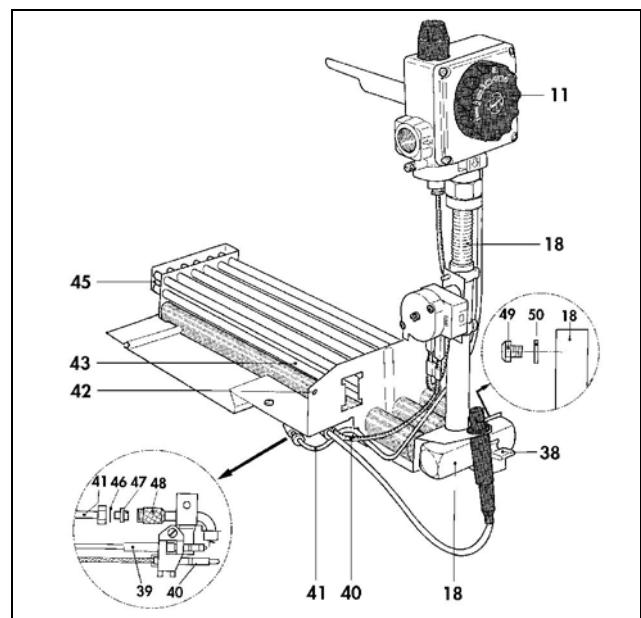

Рис. 17 Горелка и запальная горелка
Запальное пламя можно наблюдать через вырез в крышке (глава 3, рис. 3). При равномерном горении запальное пламя должно прикасаться к верхней половине термоэлемента (глава 6, рис. 17). При невыполнении этого условия следует отрегулировать запальное пламя после снятия защитной крышки (25) посредством винта для регулировки пускового газа (24) (заданная установка - без дросселирования):
- Введите аппарат в эксплуатацию в соответствии с главой 3 и установите регулятор температуры (11) в положение "E".
7.3 Очистка горелки и предохранителя тяги (см. рис. 17)
- Отсоедините подключения термоэлемента (40) и трубку подачи газа на розжиг (41) от комбинированного исполнительного элемента с регулятором температуры (11).
- Поверните зажим (38) в сторону от трубы подачи газа к основной горелке (18).
- Выверните оба винта из крепления горелки (42).
- Очистите сеточку фильтра притока первичного воздуха к запальной горелке (48).